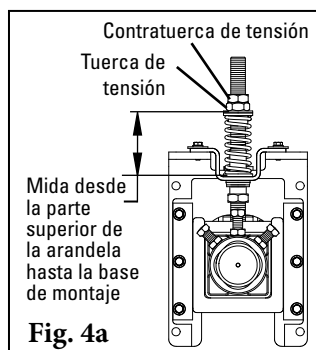
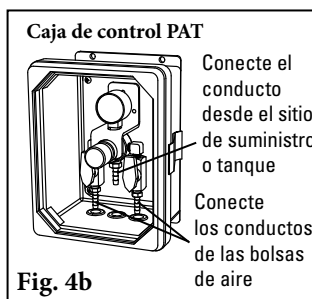
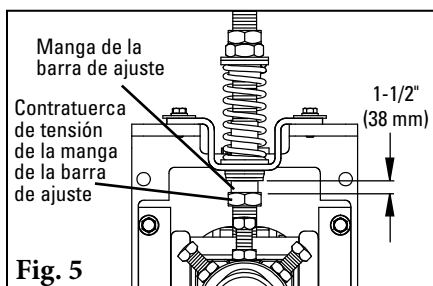

Fig. 4a
Fig. 4b
Fig. 5
- 4a. **Tensor de resorte:** Afloje las contratuercas de tensión inferiores en ambos lados. Gire las tuercas de tensión hasta que haya alcanzado la compresión correcta del resorte (Fig. 4a). La compresión del resorte es determinada por la longitud del resorte. Consulte la tabla a continuación para conocer la longitud correcta del resorte para su ancho de banda.
- 4b. **Tensor de aire:** Con las piezas que se suministran, sujete un conducto a cada bolsa de aire y coloque los conductos en el lado de la salida de la caja de control (Fig. 4b). **NOTA:** Asegúrese de que los conductos estén lejos de manera segura de la banda. Conecte el conducto desde el lado de la entrada de la caja al suministro o tanque de aire del sitio. Revise las conexiones para ver si hay fugas y establezca la presión según la tabla del lado derecho. Es posible reducir la presión para ajustar la aplicación. Consulte la tabla a la derecha para saber la presión de aire correcta para su ancho de banda.
5. **Coloque la manga de la barra de ajuste.** Después de ajustar la tensión de la hoja, atornille la manga de la barra de ajuste en el buje UHMW hasta que 1-1/2" (38mm) queden expuestos (Fig. 5). Apriete la contratuercas de la manga de la barra de ajuste.
5. **Reensamble el tensor SAT XD.** Retire los tres tornillos de la placa de soporte de bolsa de aire (Fig. 4a). Gire el accesorio roscado hacia la placa de soporte. Gire también parte del accesorio roscado en el orificio en el montaje del eje (Fig. 4b). Asegúrese de que todavía se vea 1/4" (6 mm) del accesorio roscado, luego gire la bolsa de aire en el accesorio roscado y apriete (Fig. 5).